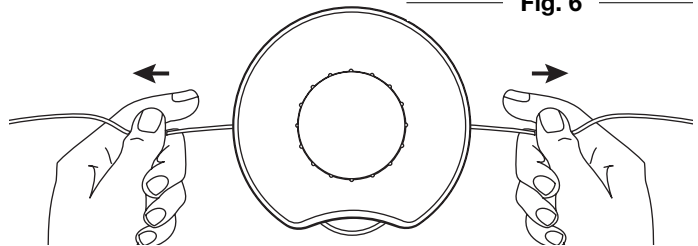

Fig. 7
3. Tirez sur les extrémités pour les faire passer à travers en vous assurant que les bouts sont de longueur égale et que le milieu du fil est centré entre les trous d'insertion (Fig. 7).